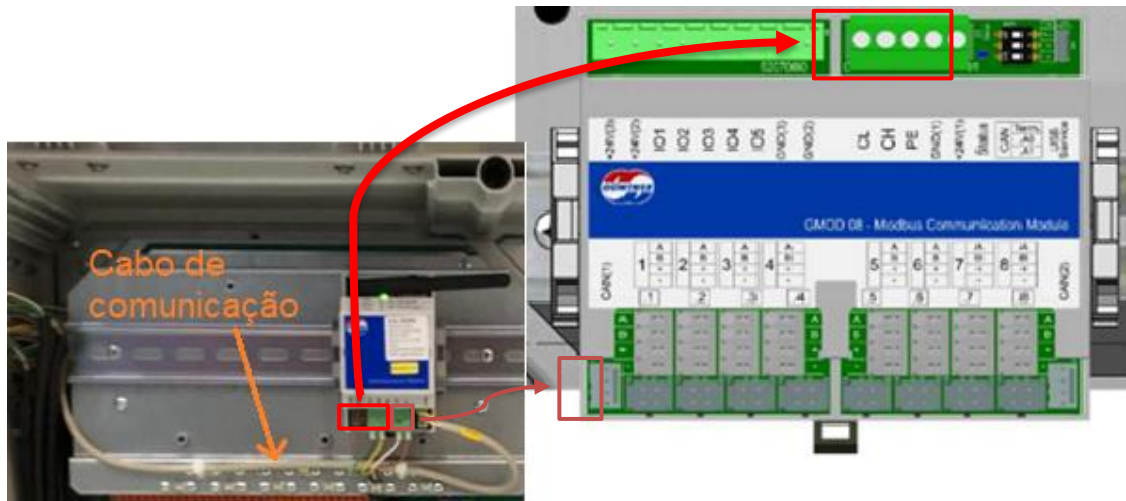

Figura 18: Conexões necessárias para GMMnext externo.
- O terminal KK conectado ao modulo de comunicação apresentado na Figura 18 deve ter os fios CAN-H e CAN-L cortados e então deve ser conectado ao GMOD 08 no canto inferior esquerdo.
- Para transmitir a comunicação e alimentação até o display externo, remova do modulo de comunicação os cabos destacados em vermelho na Figura 18, e conecte estes ao borne superior o GMOD 08.